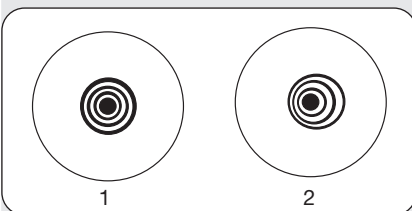

Fig. 32: images d'une collimation correcte (1) et incorrecte (2) visible durant un test d'étoile
5. Faites la mise au point sur l'image de étoile, puis déréglez cette mise au point en tournant lentement la molette dans un sens ou dans l'autre jusqu'à voir plusieurs disques concentriques autour de l'étoile. Si les étapes 1 à 3 ont été correctement réalisées, vous verrez des cercles concentriques, centrés les uns par rapport aux autres (1, Fig. 32).
Un instrument mal collimaté montrera des disques allongés et/ou non concentriques (2, Fig. 32). Régler les vis de collimation du miroir primaire jusqu'à ce que ces cercles soient parfaitement ronds et concentriques.